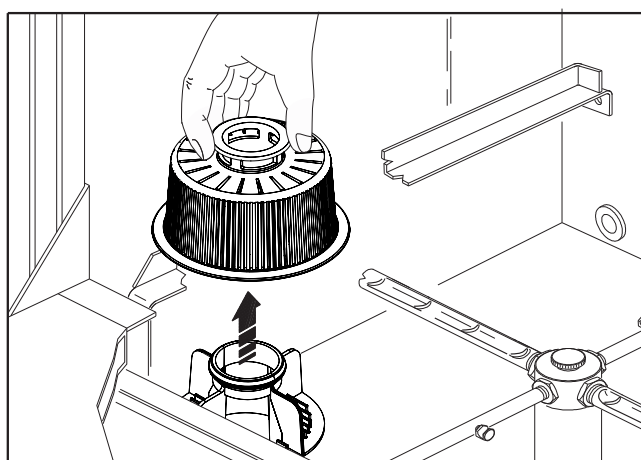

Fig. 17
2. enlever et nettoyer le filtre pompe de lavage (fig. 17) et, le cas échéant, les filtres cuve éventuels